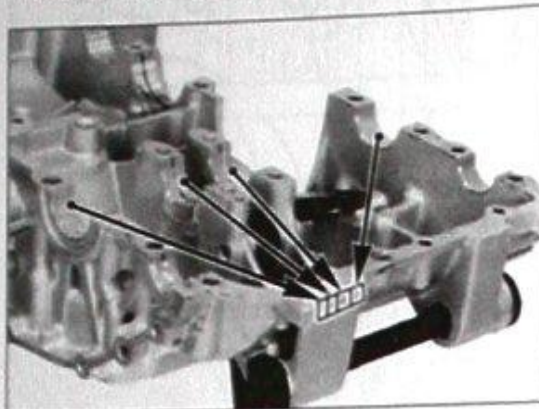

Bild 230
- Messergebnis mit Gehäusemarkierung (Bild 230) vergleichen.